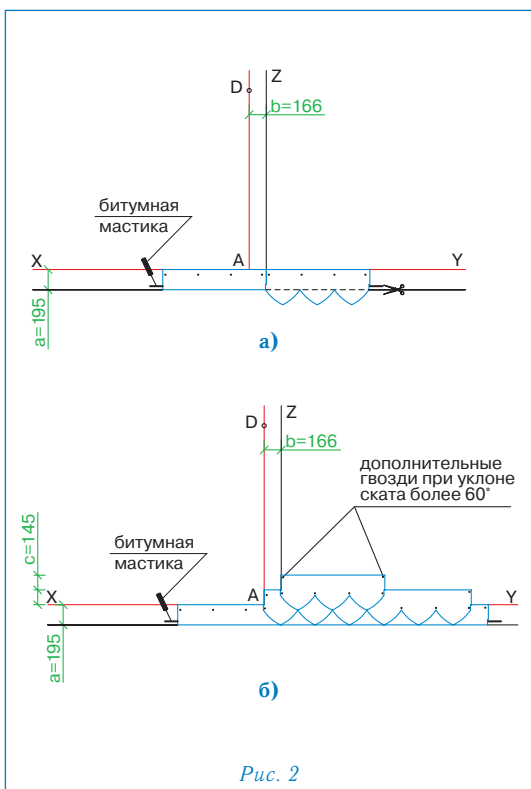

Рис. 2
### Укладка материала (рис. 2)
- Начальный ряд формируется из листов черепицы ВЕРСАЛЬ с обрезанными лепестками. Полученные таким образом полосы шириной 19,5 см укладываются по линии карниза в обе стороны от линии Z (рис. 2а) и фиксируются по нижнему краю битумной мастикой, а по верхней кромке 4 гвоздями (ось гвоздей на 5 см ниже верхнего края полосы);
- далее первый ряд черепицы укладывается от линии AD (рис. 2б);
- второй ряд укладывается от линии Z (со смещением 16,6 см от AD) (рис. 2б);
Каждый лист гибкой черепицы ВЕРСАЛЬ крепится 4 гвоздями таким образом, чтобы гвоздь прошивал и верхний край низлежащего листа черепицы (рис. 2б).